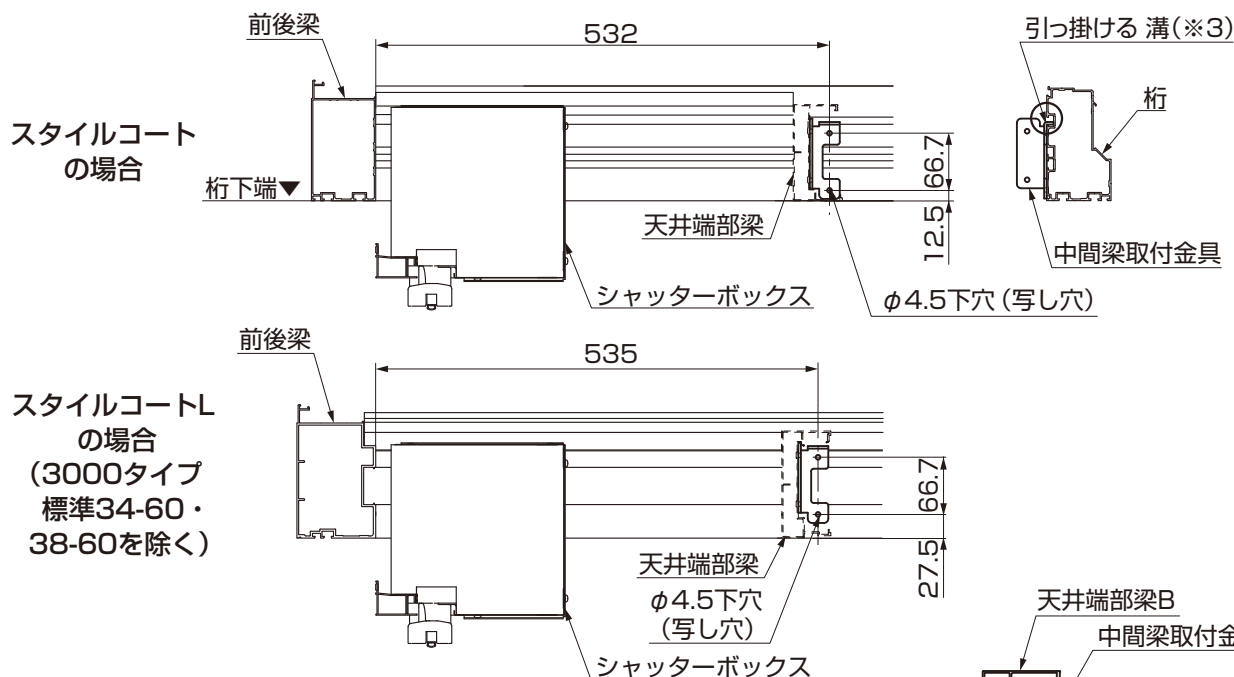

図5-9 天井端部梁（シャッター部分）取付け位置の下穴あけ
- ①天井端部梁の中間梁取付け金具を取付ける位置のV溝（※2）にφ4.5の下穴をあけてください。
- ②桁の溝に中間梁取付け金具のフィンを引っ掛けて（※3）桁にφ4.5の下穴（写し穴）をあけてください。（図5-9参照）